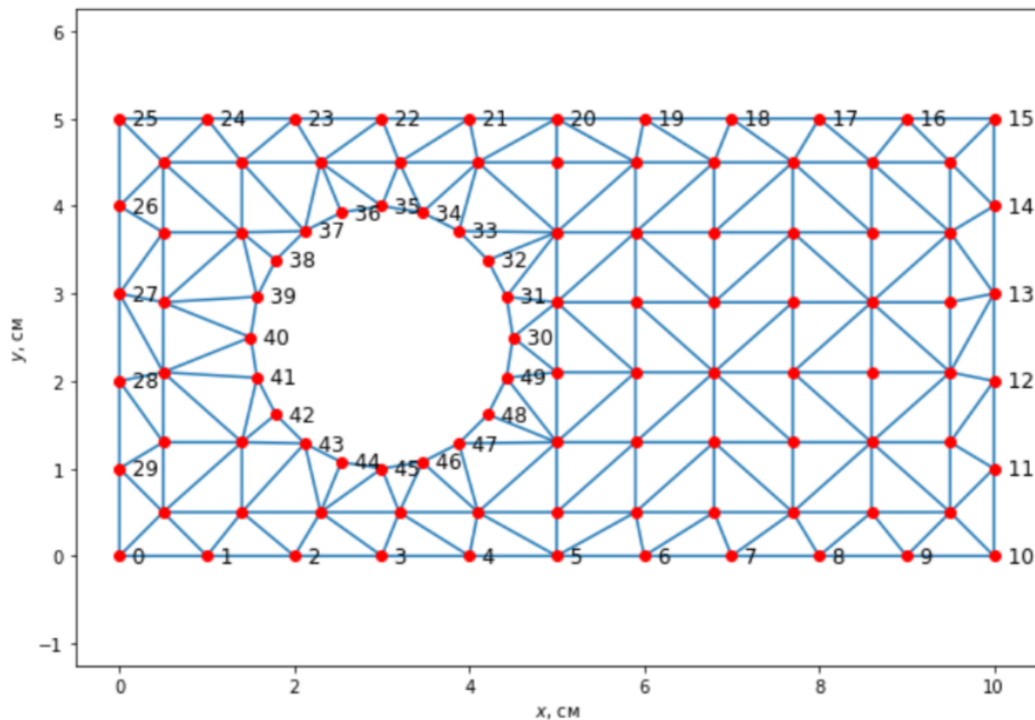

Рис. 1. Сетка конечных элементов
- Рисунок 1. Сетка конечных элементов. Элементы отображаются треугольниками, узлы - точками. Элементы и узлы должны быть отображены разными цветами. Отобразить номера граничных узлов.